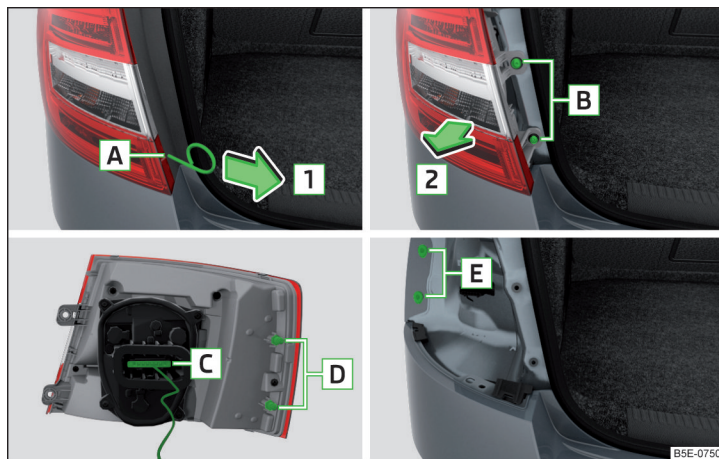
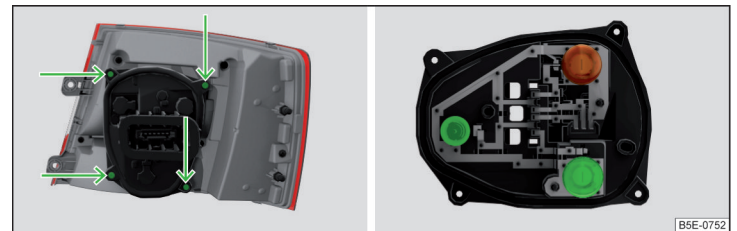

Fig. 361 Démontez la lampe
Fig. 363 Partie extérieure de la lampe / support avec ampoule
- Insérer l'étrier dans l'orifice **A**¹⁾ pour retirer les enjoliveurs intégraux de roue » fig. 361.
- Insérer l'ampoule avec les tourillons **D** » fig. 363 à la page 321 dans les orifices **E** » fig. 361 de la carrosserie.
- Dévissez le porte-ampoule » fig. 363 à l'aide du tournevis faisant partie de l'outillage de bord et retirez le porte-ampoule du bloc optique arrière.